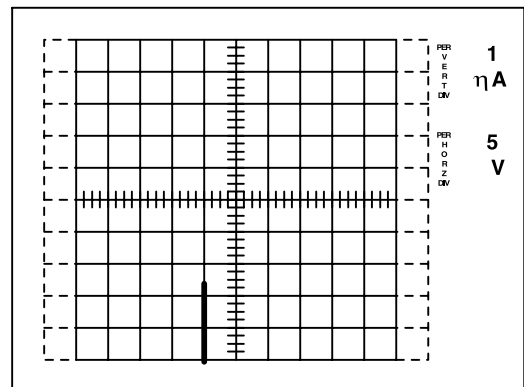

Рис.5. Ток утечки затвор-исток ( $I_{GSS}$ ) при +20 В
9. Подключите прибор с помощью переключателя LEFT/RIGHT. Увеличивайте подаваемое на коллектор напряжение ручкой VARIABLE COLLECTOR SUPPLY, но не превышайте 20В, максимально разрешаемого напряжения затвора. Может потребоваться регулировка чувствительности по вертикали. Считайте величину тока утечки с дисплея (см.рис.5). Во многих случаях ток утечки будет в наноамперном диапазоне, в этом случае на луче будут доминировать токи, которые протекают через емкость прибора, в результате незначительных флуктуации напряжения, подаваемого на сток.